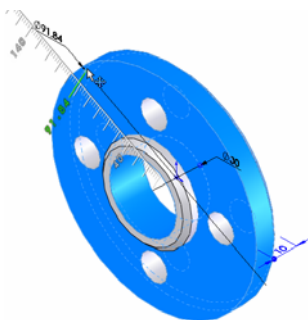
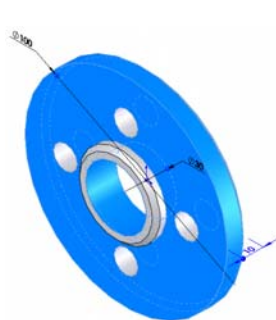

图 6-70 修改草图
图 6-71 修改后的草图
③ 修改草图。鼠标移动直径为 80 的控标，屏幕出现标尺，使用屏幕上的标尺可精确测量修改，如图 6-70 所示，对草图进行修改，如图 6-71 所示。